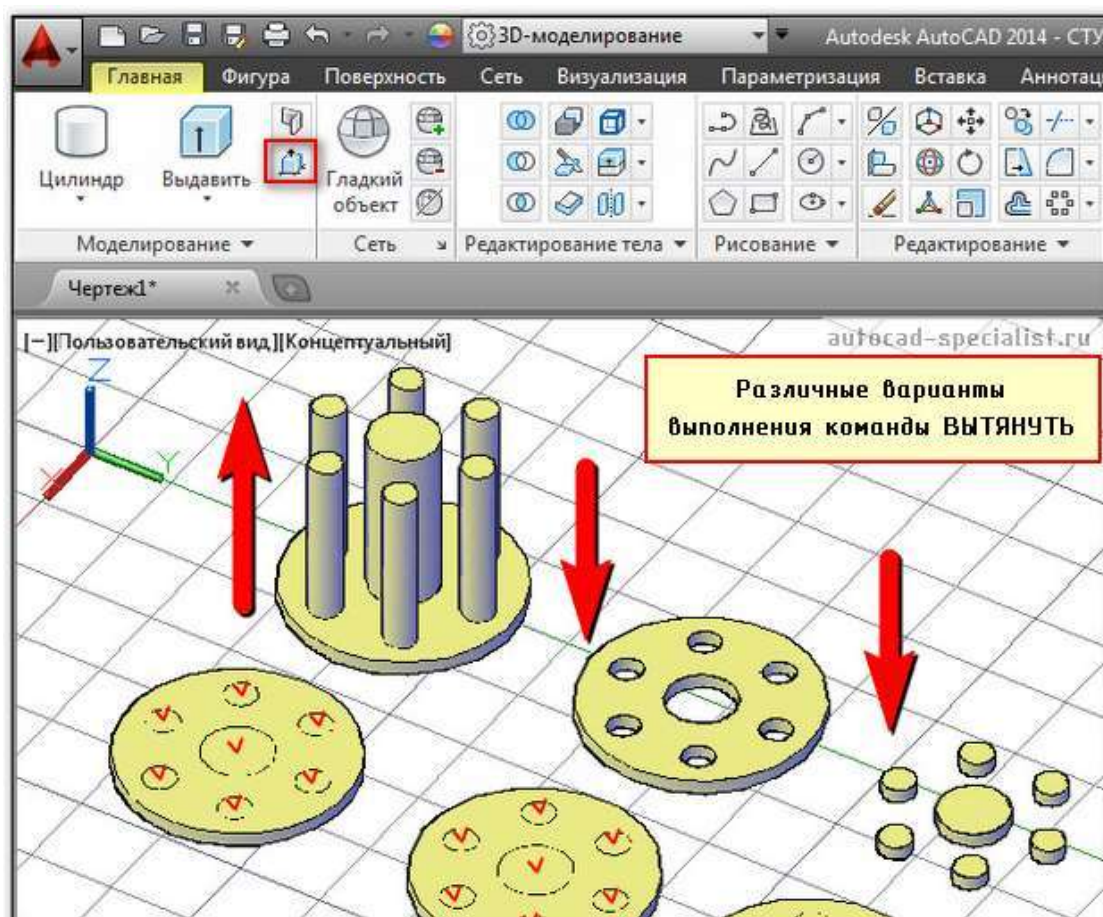

Рисунок 111 –Варианты выполнения команды «Вытянуть»
- можно вытягивать одновременно несколько областей (параметр «н» - несколько). Данные особенности продемонстрированы на примере (рис.111).